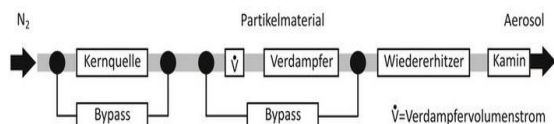

Abb. 1: Schematischer Aufbau des MAG 3000 Partikelgenerators
1. Temperaturänderung im Verdampfer (Abb. 1): Wird die Temperatur im Verdampfer erhöht, so wird mehr Dampf pro Zeit erzeugt. Bei gleicher Kernkonzentration steht dadurch jedem Kern mehr Partikelmaterial zur Verfügung und der Partikeldurchmesser wird
2. Bypass um den Verdampfer (Abb. 1): Eine schnelle Änderung der Partikelgröße um den Faktor ca. 2,5 wird mit diesem Bypass in ca. 10 Sekunden realisiert. Durch das Öffnen dieses Bypassventils wird weniger Dampf aus dem Verdampfer ausgetragen und der Partikeldurchmesser wird kleiner.
3. Bypass um die Kernquelle (Abb. 1): Durch das Öffnen des Bypassventils der Kernquelle gelangen weniger Kerne in den Verdampfer und es werden in ca. 10 Sekunden größere Partikel erzeugt. Dieser Bypass wird genutzt, um Partikel > 5 µm zu erzeugen.